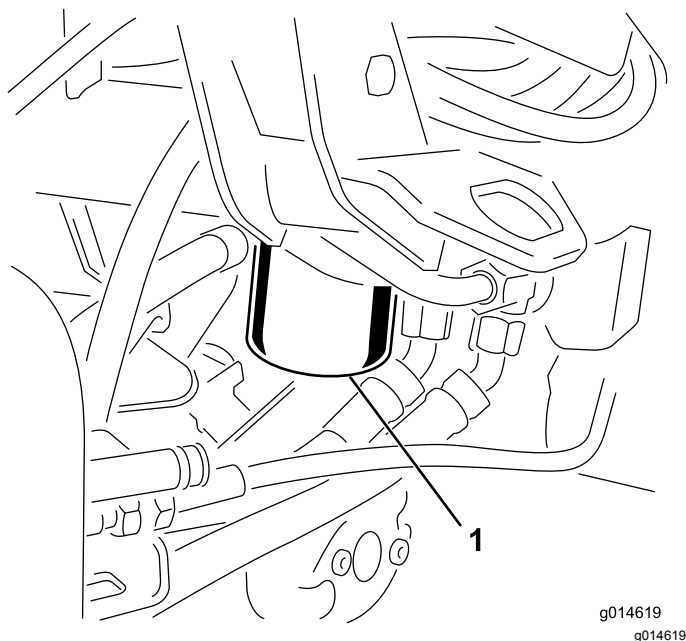

Рисунок 51
1. Очистите область вокруг места крепления фильтра (Рисунок 51). Поместите сливной поддон под фильтр, а затем снимите фильтр.